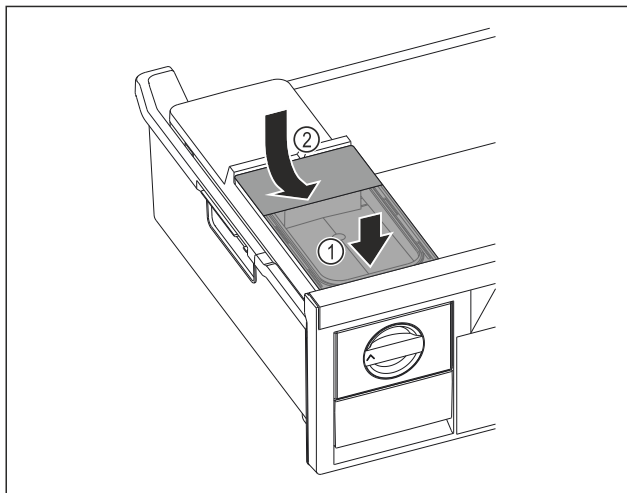

Fig. 165
- Collegare il serbatoio dell'acqua alla parte anteriore. Fig. 165 (1)
- Abbassare il serbatoio dell'acqua posteriore. Fig. 165 (2)